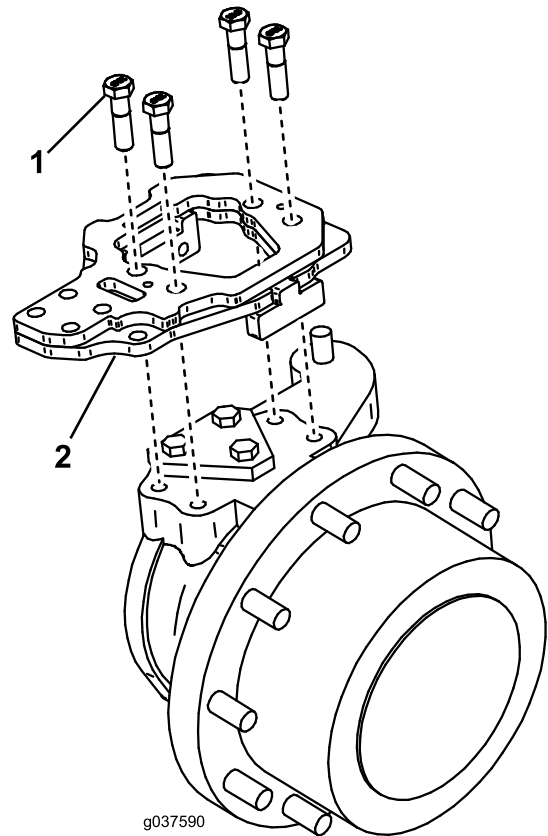

Figura 6
1. Instale sin apretar la placa de montaje superior al cubo con 4 pernos (14 x 60 mm), como se muestra en Figura 6.